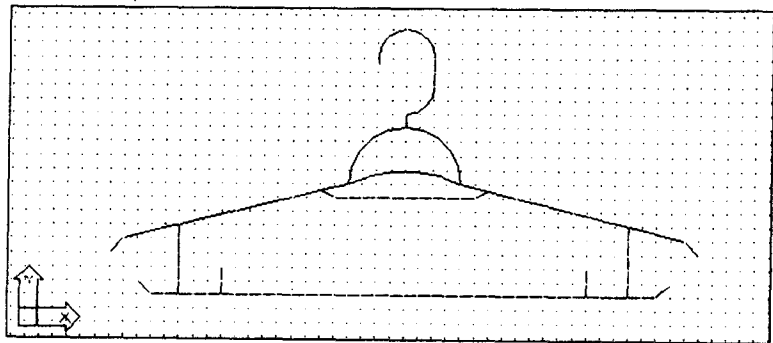

图 1-1-9 衣架完成图
(8) 下面系统会再次询问是否要继续进行 `pline` 的操作, 可以看到所要进行的操作已经全部完成了, 这时直接按回车键退出 `pline` 操作即可。这样, 一个简单的衣架就绘制完成了, 如图 1-1-9 所示。